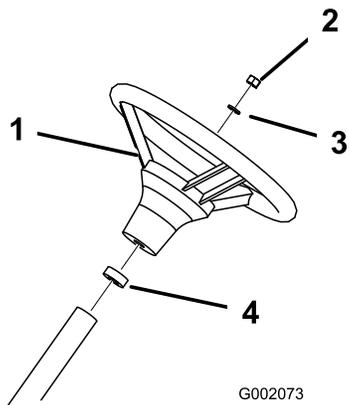

図 5
3. ハンドルをシャフトにはめ込み、ナットで固定する (図 5)。